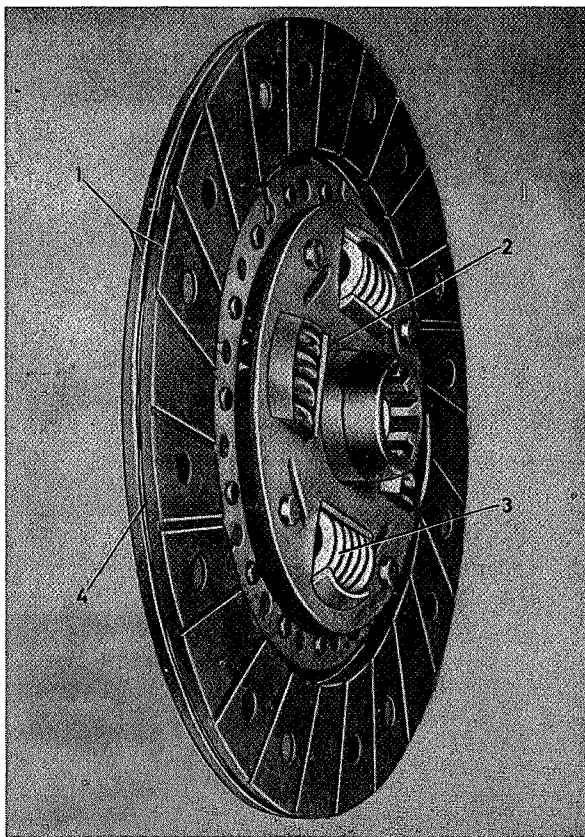

Fig. 4-8. Koppelingsplaat
3. Klink de nieuwe voeringen op (liefst op een remvoering klinkmachine). N.B. De nagels moeten van de kant waarop de voering ligt worden ingestoken en van de tegenovergestelde kant van de plaat worden geklonken. Gebruik alle gaten in de voering. Na het klinken moeten de voeringen zo ver van elkaar afstaan als door de golven van de koppelingsplaat bepaald wordt; zie Fig. 4-8. Dit is van het grootste belang om een soepele inschakeling bij het starten en rijden te verkrijgen.